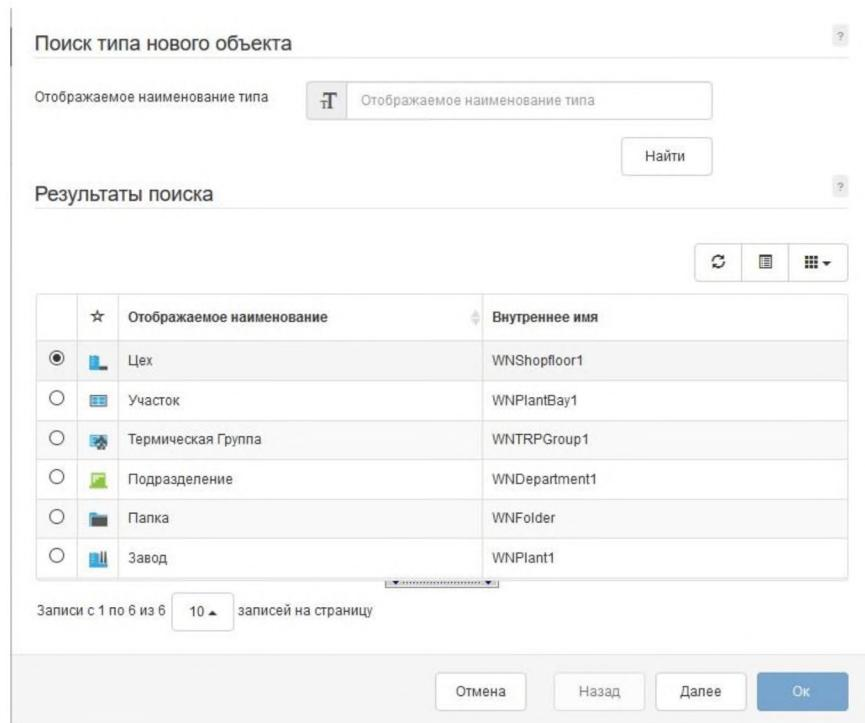

Рисунок 59 – Выбор типа папки «Цех»
- 7) Нажмите **Найти**, выберите тип папок **Цех** и нажмите **Далее** (рис. 59).